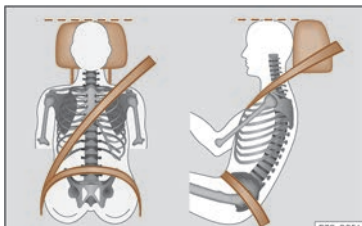

Fig. 17 Poziția corectă a chingii centurii de siguranță și tetierei
- Reglați tetiera astfel încât marginea superioară a acesteia să fie pe cât posibil la același nivel cu creștetul capului și cât mai aproape de nivelul ochilor¹⁾ >>> pag. 133. Țineți ceafa cât mai aproape posibil de tetieră >>> **fig. 17.**
- Reglați scaunul longitudinal astfel încât să puteți apăsa complet pedalele cu genunchii ușor îndoiți și astfel încât distanța dintre zona genunchilor și panoul de bord să fie de cel puțin 10 cm (4 inchii) >>> **fig. 17.**